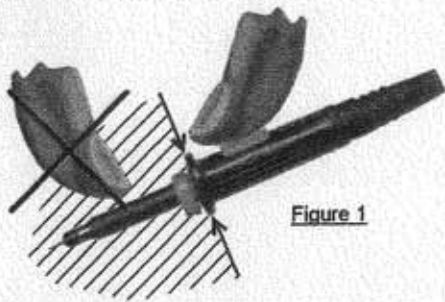

Figure 1
- Figure 1, utilisation simple.
- Figure 1, simple use